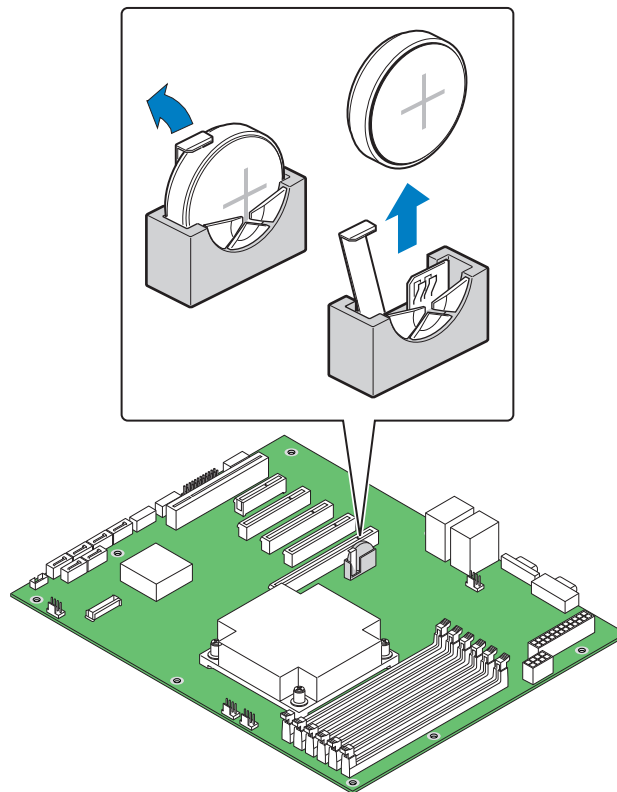

Abbildung 13. Entfernen der Batterie
5. Lösen Sie die Halterung der Batterie (siehe Abbildung 13).